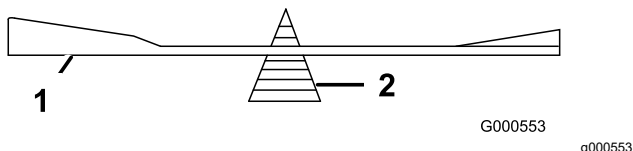

図 66
2. ブレードバランサーを使ってバランスを調べる **図 66**。